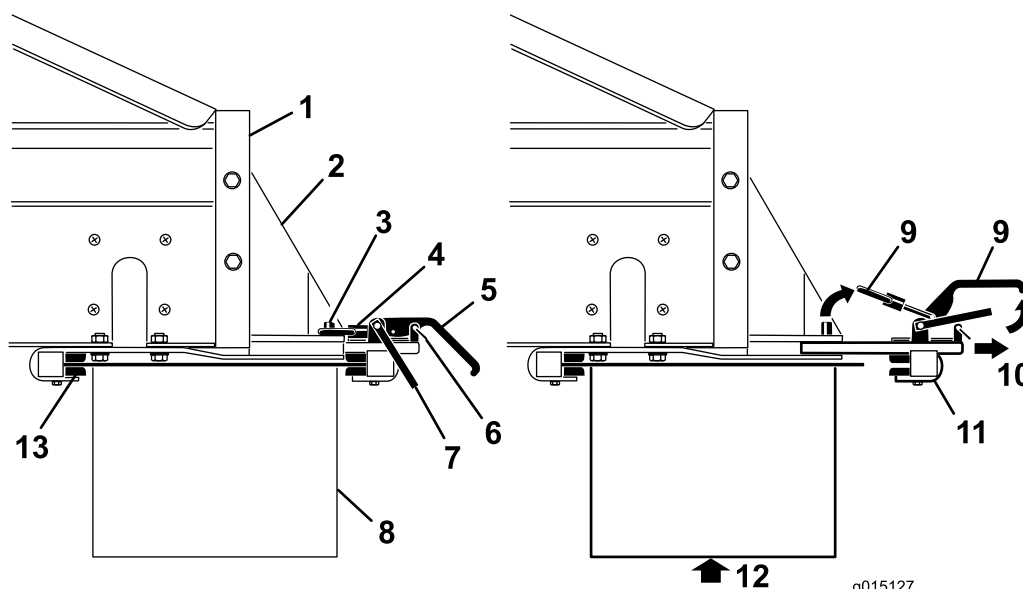

Figura 40
1. Retire os cliques do fecho de segurança das pegas da barra de ligação (Figura 40).
2. Levante o trinco de segurança, depois levante as pegas da barra de ligação do acessório e liberte os anéis de bloqueio dos pinos de bloqueio (Figura 40).
3. Deslize o grampo traseiro de ligação do acessório para fora das ranhuras de ligação rápida (Figura 40).
4. Com ajuda, insira a borda frontal do rotor duplo por cima e por baixo da traseira da máquina para a frente dos grampos nos suportes (Figura 40).
5. Apoiando o rotor duplo, deslize o grampo traseiro de ligação do acessório para as ranhuras nos suportes, e por cima da parte de trás (Figura 40).
7. Instale os cliques do fecho de segurança nas pegas do grampo (Figura 40).